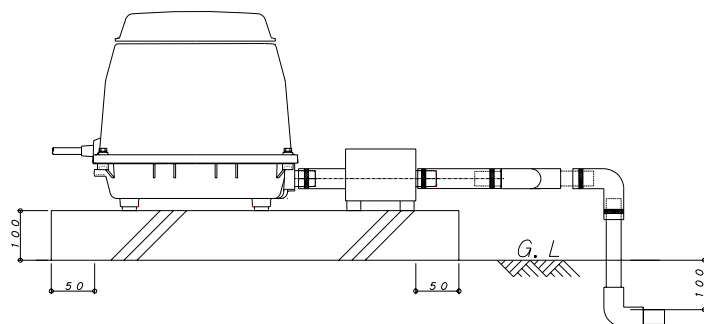

図7
- ③ 基礎はコンクリート造りとし、地上より100mm以上の高さで建物より200mm以上離してください。また、ブロウ台の外寸より50mm以上大きく仕上げてください。(図7参照)
- ④ ブロウと浄化槽を継ぐ送気管を接続します。この際必ず、接着剤を使って配管してください。
- ⑤ NA型の「散気逆洗用」のブロウは、散気用と逆洗用の2種類の吐出口があります。